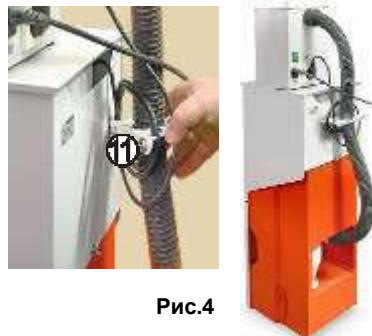

Рис.4
4.2.7 Органайзер **(11)** на магнитах устанавливается в любом удобном месте на вертикальной поверхности, рис.4, и предназначен для закрепления шланга **УПЗ** и излишков проводов устройств.